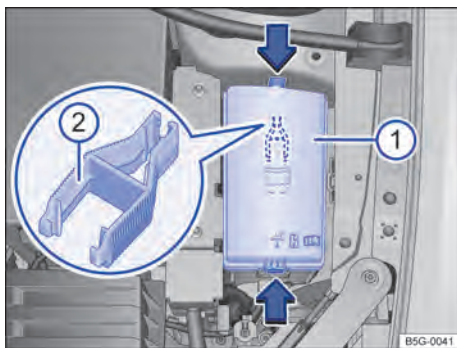

Fig. 194 No compartimento do motor: cobertura ① da caixa de fusíveis com pinça de plástico ②.
- Pressionar as travas no sentido da seta → Fig. 194 ①, para destravar a cobertura da caixa de fusíveis.
No lado interno da cobertura da caixa de fusíveis no compartimento do motor pode haver uma pinça de plástico → Fig. 194 ② para a retirada dos fusíveis.